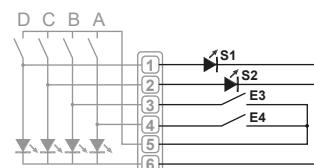

Fig.2
- Fig.2: connexion de 2 entrées binaires et 2 sorties.
- Fig.2: connection of 2 binary inputs and 2 outputs.
- Fig.2: conexión de 2 entradas binarias y 2 salidas.